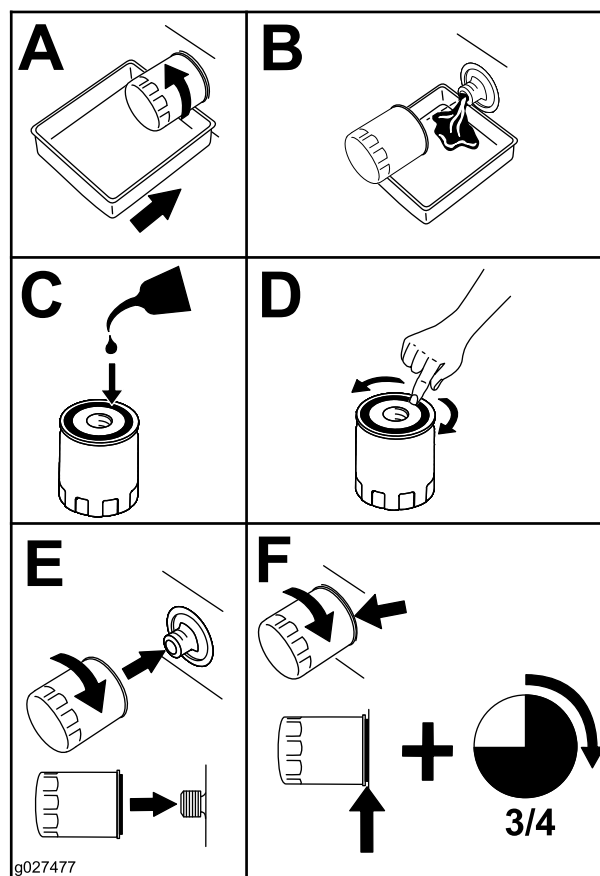

Figura 35
4. Sostituite il filtro dell'olio (Figura 35).